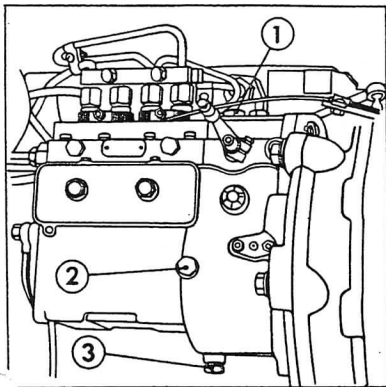

Fig. 18 Simms
1. Rengör insprutningspumpens yttre runt påfyllarpluggen, nivåpluggen och avtappningspluggarna (fig. 18).